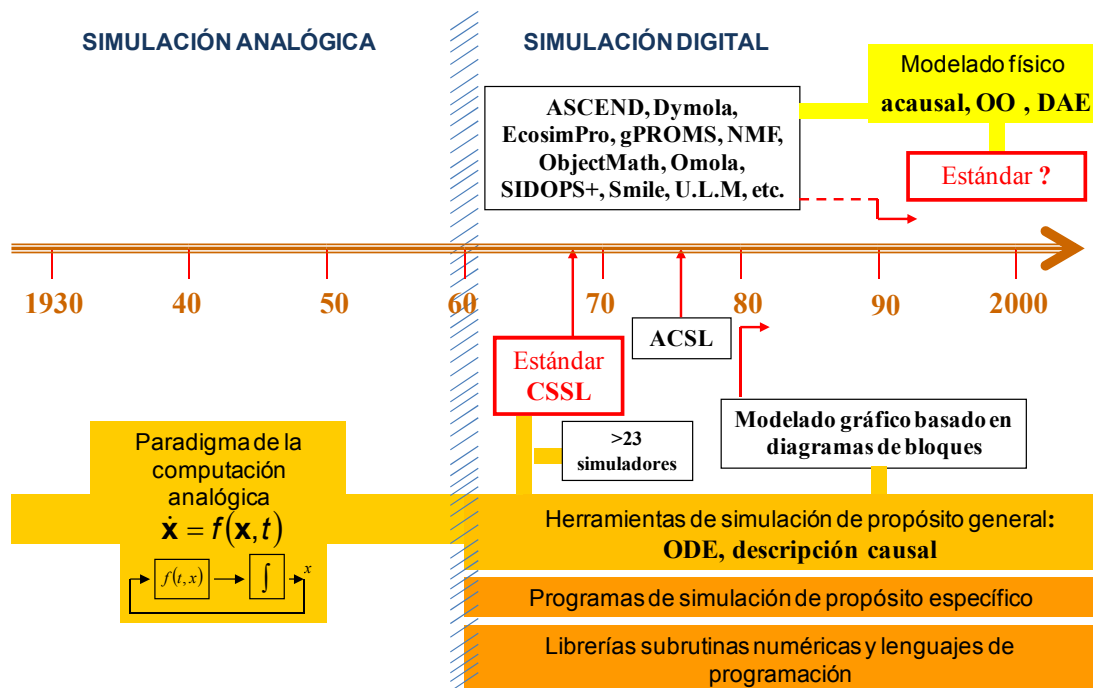

Figura 1: Evolución del modelado y simulación de tiempo continuo.
4. Explique detalladamente la Figura 1 basándose en el artículo.